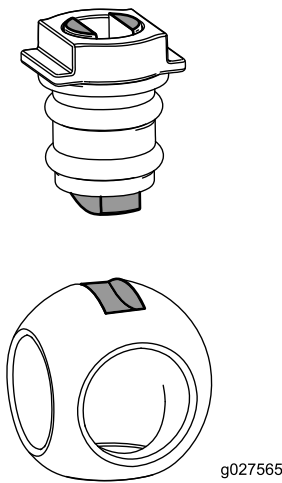

Bild 126
6. Setzen Sie die Kugel in das Ventilgehäuse ein (Bild 126).
Hinweis: Der Ventilschaft sollte in den Kugelantriebsschlitz passen. Passen Sie die Position der Kugel an, wenn der Ventilschaft nicht passt (Bild 126).